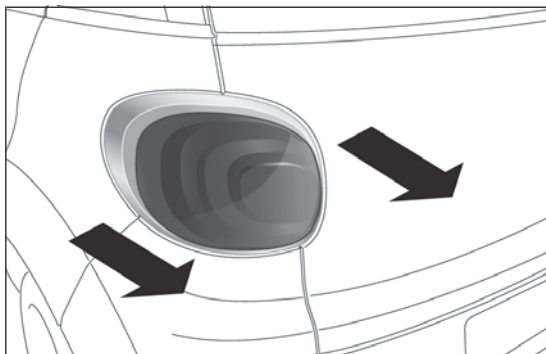

fig. 184
- ❑ estrarre il gruppo ottico sfilandolo con entrambe le mani nel senso indicato dalla frecce fig. 184;